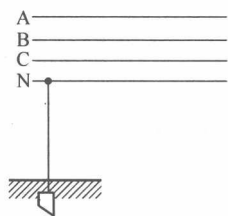

图 1-4 工作接地
(1) 工作接地 通常为了用电安全,电力系统均将中性点接地,称为工作接地。接地电阻一般规定小于 4Ω ,如图 1-4 所示。